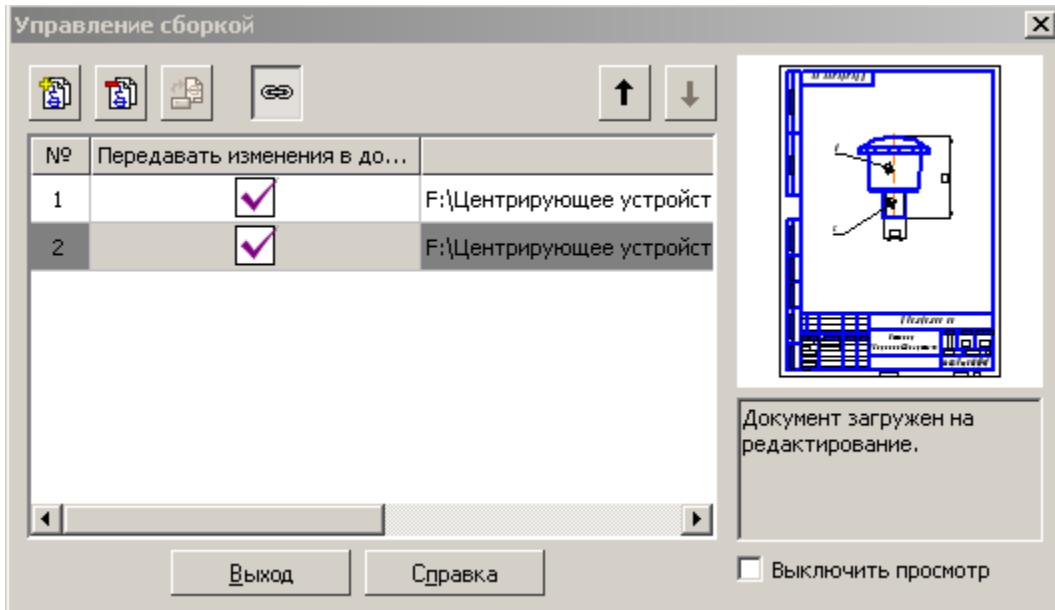

Рис. 79
- в окне **Управление сборкой** активируйте команду **Подключить документ** (рис. 79);
- в окне выбора файла выберите файл сборочного чертежа и в окне **Управление сборкой** включите режим **Передавать изменения в документ** (рис. 79);